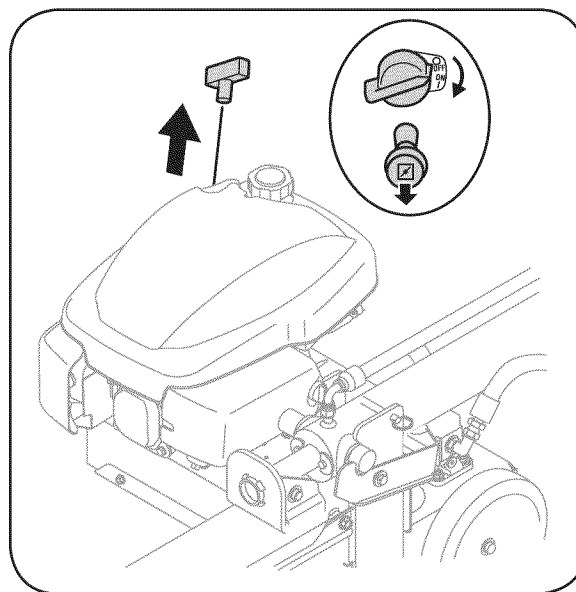

Figura 9-3: Encendido de la máquina rompetroncos.
el recuadro de la Figura 9-3.
4. Tire suavemente de la empuñadura del arranque hasta sentir la resistencia, luego tire rápidamente para reducir la compresión, impedir la tensión de retroceso y arrancar el motor. Vea la Figura 9-3. Si el motor no arranca después de diez segundos de tirar repetidas veces, espere unos minutos antes de repetir.